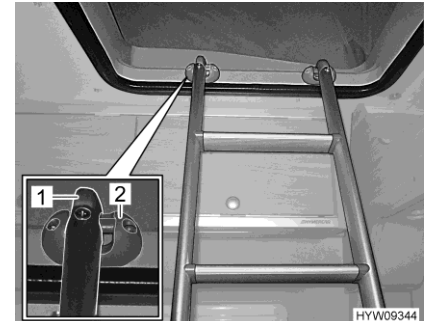

Bild 58 Aufstiegsleiter (eingehängt)
- Aufstiegsleiter mit beiden Bügeln (Bild 58,1) in die Krampen (Bild 58,2) am Rahmen des Aufstelldachs einhängen.